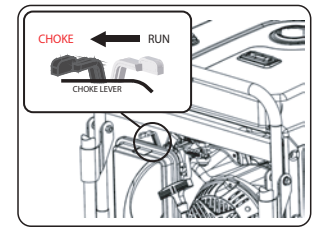

Fig 11
- Deslice la palanca del estrangulador a la posición "Choke". (fig 11) **OMITA ESTO SI EL MOTOR ESTÁ CALIENTE O CALIENTE.**